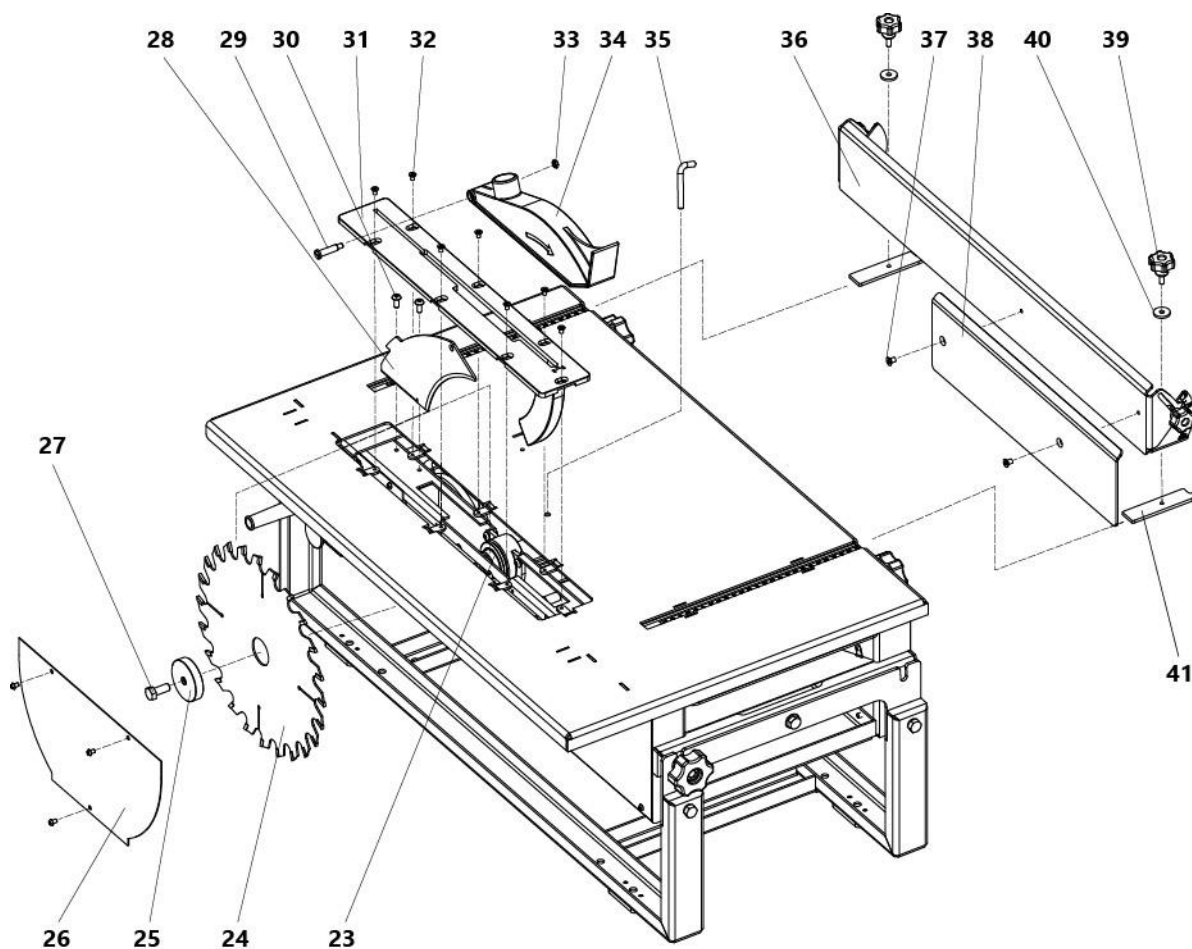

Рисунок 7. Схема сборки станка на операцию пиления
Перед началом работы следует произвести подготовку и наладку станка (рис. 7).
- установить дисковую фрезу 51 и прижать обратной стороной опорной шайбы 25 и зафиксировать болтом 27 (рис. 7);